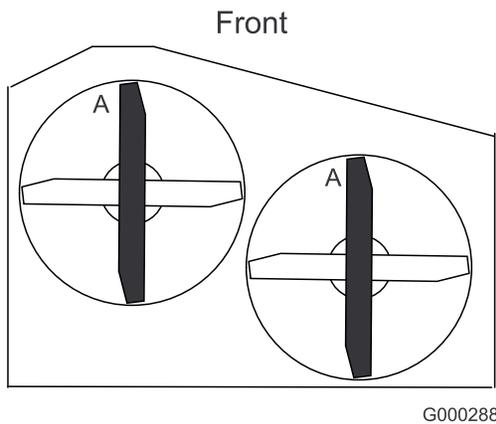

Bild 50
3. Drehen Sie die Schnittmesser, bis die Enden nach vorne und hinten gerichtet sind. Messen Sie von einer ebenen Fläche bis zu den Schnittkante (Position A) der Messer (Bild 50).